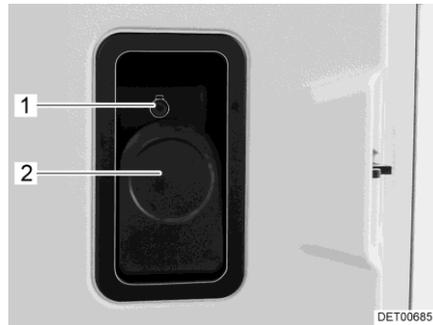

Fig. 29 Cerradura de la puerta
- Tirar de la palanca (Fig. 29,2).
- Hundir el botón de seguridad (Fig. 29,1).